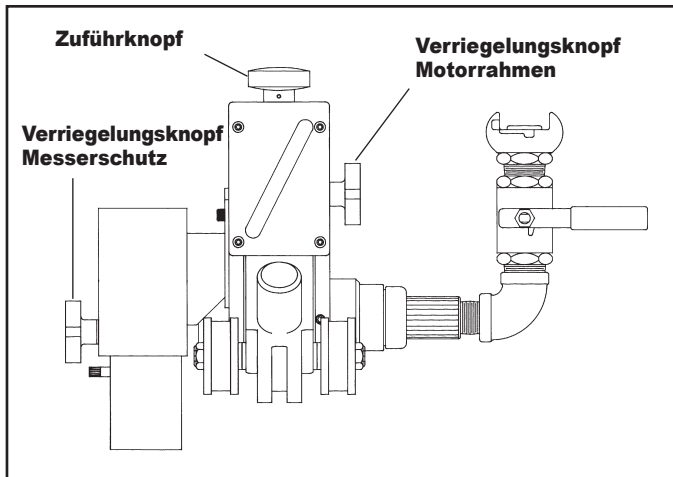

ABB. 4
1. Drehen Sie den Verriegelungsknopf am Motorrahmen los (Abb. 4).
2. Ziehen Sie den Motorrahmen wieder in die oberste Position. Drehen Sie hierzu den Zuführknopf entgegen dem Uhrzeigersinn (Abb. 4).
- Drehen Sie den Zuführknopf des Schneiders im Uhrzeigersinn (Abb. 4): Senken Sie Motor und Schneider so ab, dass sie jeweils dem Rohr nahe kommen, dieses jedoch nicht berührt wird. Der Verriegelungsknopf des Motorrahmens sollte fest sitzen. Dennoch sollte der Rahmen verschoben werden können.
- \* Wenn Ihnen die Dicke des zu schneidenden Rohrs bekannt ist, drehen Sie den Zuführknopf so lange im Uhrzeigersinn (Abb. 4), bis der Zeiger die gewünschte Schneidetiefe anzeigt. Lassen Sie mindestens 1/4" (6,4 mm) über die Schneidetiefe des Messers hinweg zu.
\*Eine Ausnahme hiervon ist die Verwendung des Gehrungsschneiders für Kunststoffrohre. Der Schneider würde erst dann aktiviert werden, wenn der Gehrungsschneider zu schneiden beginnt. Zu diesem Zeitpunkt könnten Sie anhand des Zeigers am Tiefenmesser die Abschrägung ablesen: Ist er bis zum Anschlag vorgerückt, beläuft sich die Abschrägung auf 15/16" (23,8 mm), siehe Abb. 4.
3. Ziehen Sie den Verriegelungsknopf am Motorrahmen fest (Abb. 4).
4. Ziehen Sie den Knopf zum Verriegeln der Abdeckung um ca. 1/8" (3,2 mm) vom Rohr entfernt fest (Abb. 4).